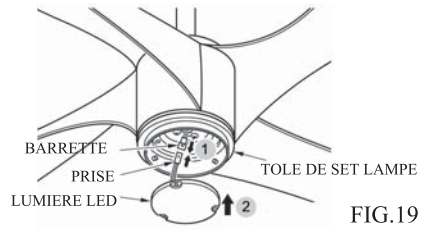

FIG.19
4. Connectez les fils du kit d'éclairage provenant du ventilateur aux fils du kit LED. (Voir Fig. 19)